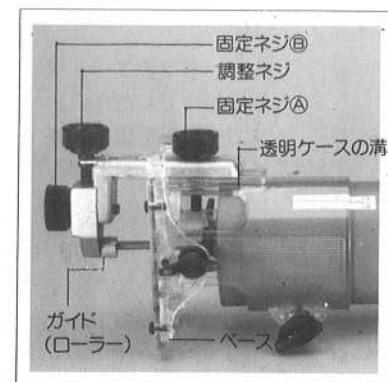

図9
- トリマガイドを透明ケースの溝に入れて固定ネジ④で取り付けてください。
- トリマガイドの調整は固定ネジ③を少しゆるめて調整ネジを回して調整をしてください。(図9参照)